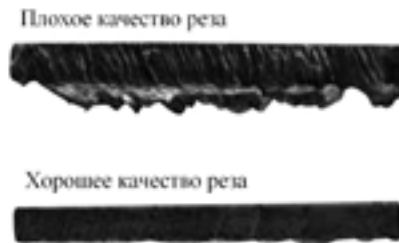

Рис. 7.5. Влияние силы тока и скорости реза.
- Сила тока и скорость реза (см. рис. 7.5).